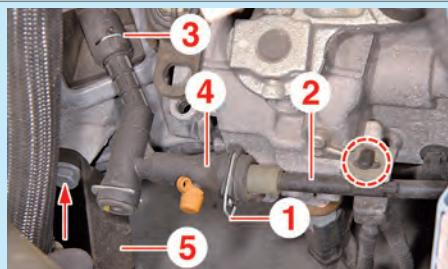

Fig.1
- Appuyer sur l'agrafe (1) (Fig.1).
- Débrancher le conduit hydraulique (2).